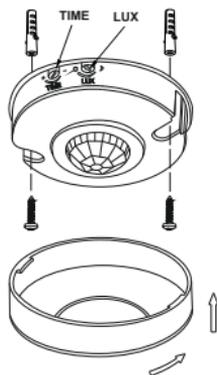

Рисунок 19 – Монтаж
- повернуть против часовой стрелки защитную крышку на угол 5° (рисунок 19). Снять крышку;